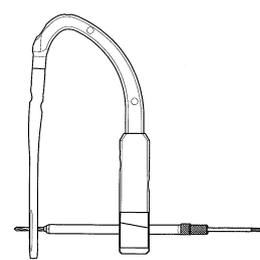

図11
- 2) ロッキングスクリュー用スリーブ (ドリルスリーブ付き) を挿入し、ロック用スクリュー用ドリルを通し、ネイルのスクリューホールに干渉しないことを確認します。(図11)